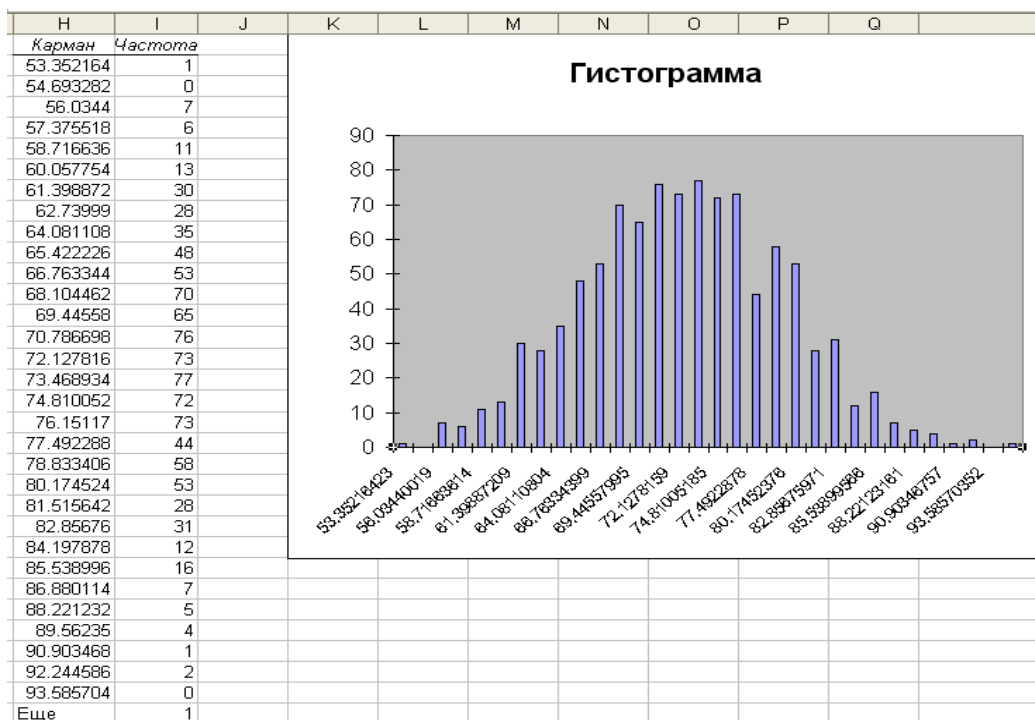

Рис. 6.8. Гистограмма и таблица частот
Данные в столбце Н (рис. 6.8) показывают, сколько значений продолжительности (из тысячи) попали в интервалы, определенные Excel (эти интервалы называются карманами). Например, только одно значение меньше или равно 53,36. Наибольшее количество значений (77) лежит в интервале от 72,13 до 73,47.